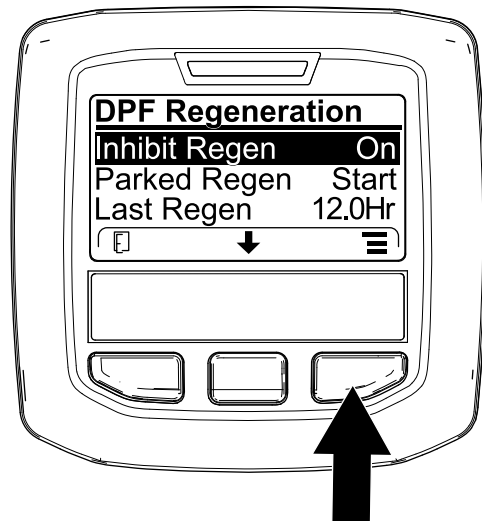

Figura 31
- Acceda al menú DPF Regeneration (Regeneración de DPF), pulse el botón central para desplazarse hacia abajo, hasta la opción INHIBIT REGEN (Inhibir regeneración) y pulse el botón derecho para seleccionar la opción Inhibit Regen (Figura 31).
- Pulse el botón derecho para cambiar el ajuste de inhibición de regeneración de Activado a Desactivado (Figura 31) o viceversa (Figura 32).